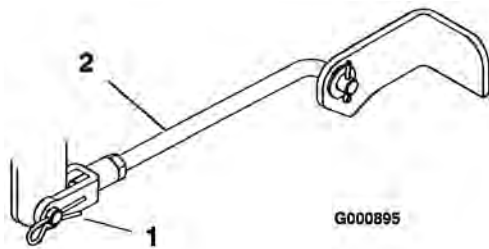

Figure 46
5. Enlevez la goupille fendue et les axes des chapes des tourillons avant (Figure 46).
- Fixez les tiges de tourillons avant à la machine à l'aide des axes de chape et des goupilles fendues (Figure 46).